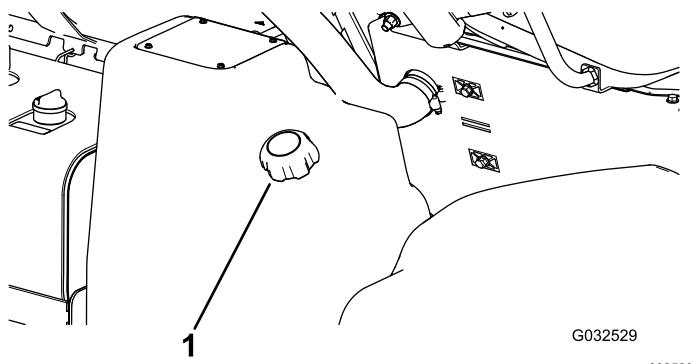

Figura 40
2. Limpie la zona alrededor del tapón del depósito de combustible (Figura 40).